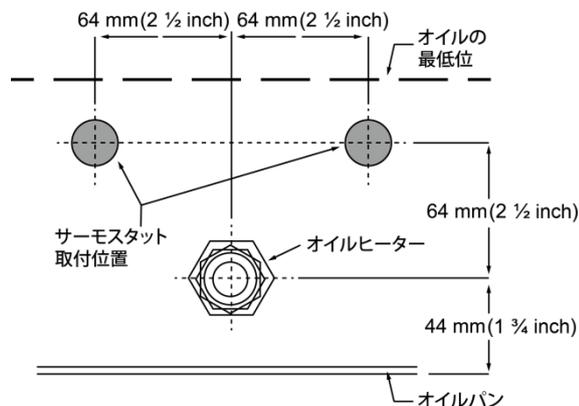

図 6. サーモスタットの取り付け可能位置。オイルの最低位に注意
3. サーモスタットを、オイルヒーターから水平方向に約 64 mm (2 ½ inch)、垂直上方向に約 64 mm (2 ½ inch) の位置に取り付けます (図 6)。